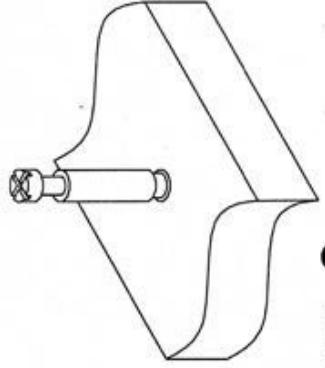

Рис. 2
2. Прибить к нижнему торцу боковины 2 подпяники (16). Соединить с боковиной 2 царгу 6 и полку 8 при помощи евровинтов (2). Царгу 6 следует установить так, чтобы кромленный торец был обращен к полке 8. В этом случае между полкой 8 и царгой 6 будет расстояние 60 мм.
3. Закрутить в муфты расположенные в столешнице 1 дюбеля стяжек-растекс (4) (см. рис. 2) Соединить столешницу 1 с каркасом стола. Фиксацию стяжек-растекс произвести путем поворота их по часовой стрелке.